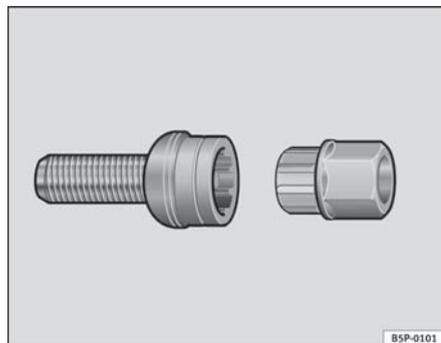

Fig. 176 Boulons de roue antivol
- Introduisez l'adaptateur au maximum dans le boulon antivol de la roue ⇒ **fig. 176**.